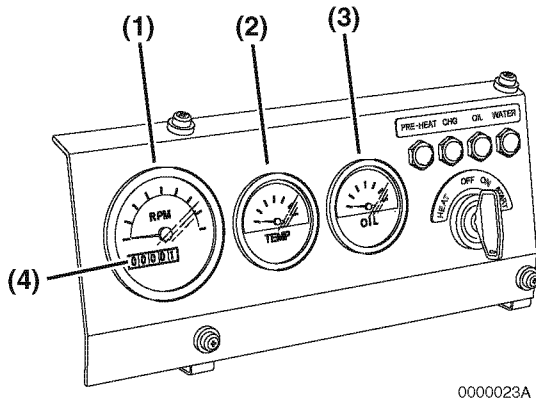
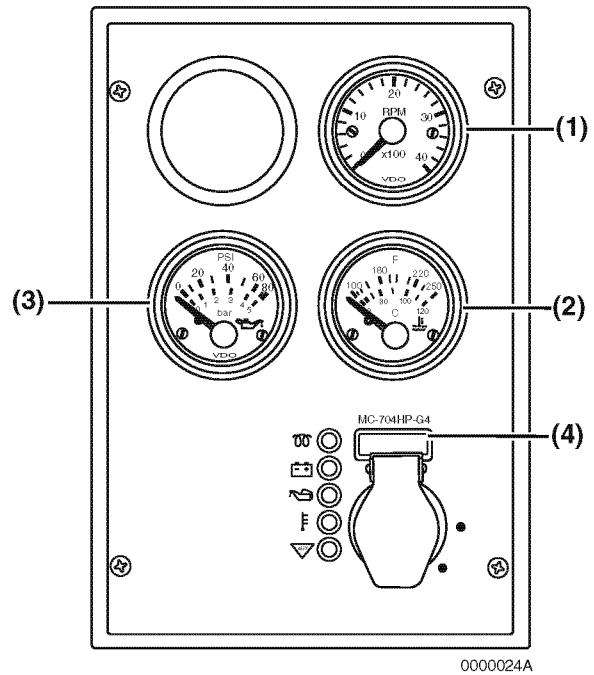

Figura 7
Figura 8
Tacómetro - Pantalla del tacómetro (Figura 7, (1)) o (Figura 8, (1)) muestra la velocidad del motor en revoluciones por minuto (RPM).
Temperatura del refrigerante del motor - La pantalla de temperatura del refrigerante del motor (Figura 7, (2)) o (Figura 8, (2)) muestra la temperatura del refrigerante del motor.
Presión del aceite del motor - La pantalla de presión de aceite del motor (Figura 7, (3)) o (Figura 8, (3)) muestra la presión del aceite del motor.
Medidor de horas - La pantalla del medidor de horas (Figura 7, (4)) o (Figura 8, (4)) muestra el número total de horas que ha estado en funcionamiento el motor. Esto es útil para la planificación de *Procedimientos de mantenimiento periódico* en la página 72.